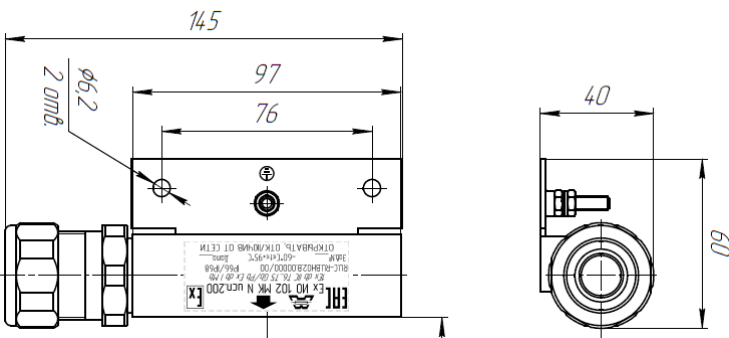

Рис.1 Габаритные и установочные размеры исполнительного блока Ex IO102 МК
- 4.1 Габаритные и установочные размеры исполнительного блока Ех ИО102 МК показаны на рис.1.
- 7.2 К несущей поверхности исполнительный блок и задающий блок крепятся шурупами или винтами через отверстия в основании. Извещатели могут крепиться к вертикальным или горизонтальным рабочим поверхностям, но в положении встречного направления стрелок, нанесенных на корпуса блоков. Габаритные и установочные размеры извещателей приведены на рис.1, рис.3